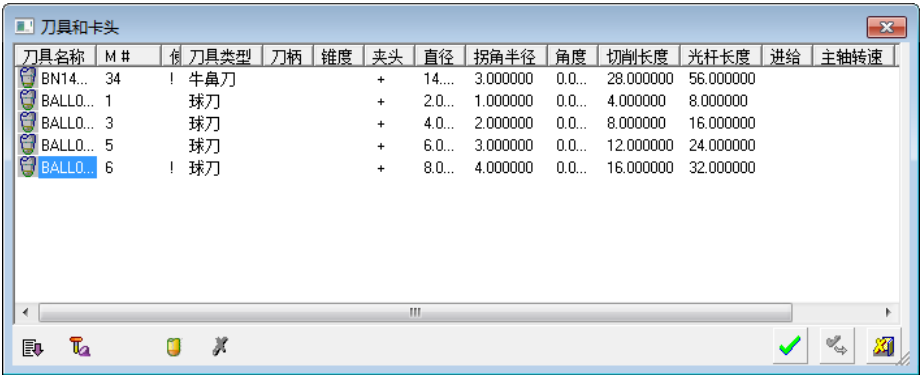

图 4-28 “刀具和卡头”对话框 (2)
- 3) 选择刀具。单击“刀具和夹头”按钮，弹出“刀具和卡头”对话框 (2)，选择 B8 球刀，如图 4-28 所示。